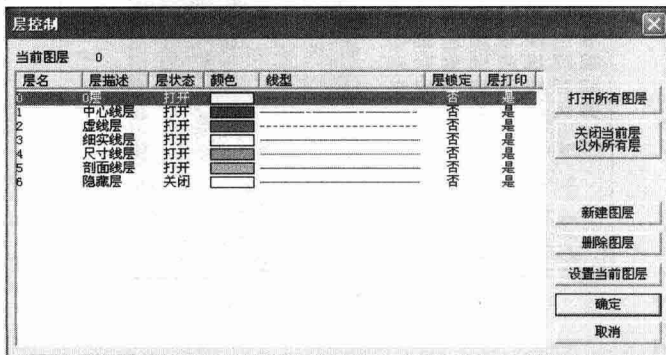

图1-4 【层控制】对话框
单击【属性工具】栏上的按钮，弹出图 1-4 所示的【层控制】对话框，利用该对话框可对图层进行设置。
- 弹出【层控制】对话框，如图 1-4 所示。在该对话框中选择所需的层，然后单击 **确定** 按钮。
(6) 改变图层颜色